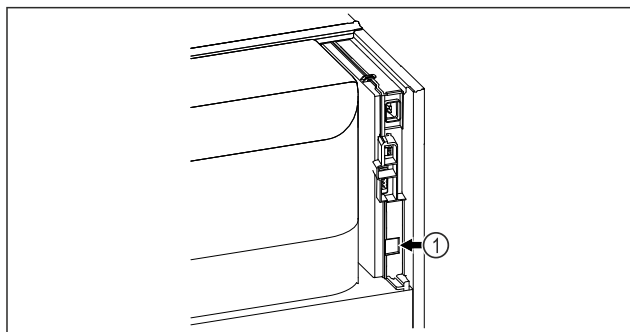

Fig. 79
- SmartModule Fig. 79 (1) è inserito.